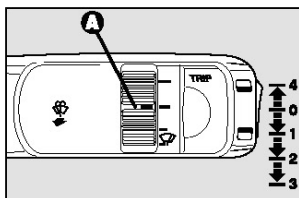

рис. 54
Правый рычаг **рис.54** включает стеклоочистители и стеклоомыватели лобового стекла и заднего стекла.
Датчик дождя включается при перемещении правого рычага **1** – **рис.54**. Диапазон его регулировки варьирует от неподвижного стеклоочистителя, если стекло сухое, до работы на второй скорости (средний непрерывный режим) при интенсивном дожде.
Поворачивая шайбу **A** – **рис.54**, можно увеличить чувствительность датчика дождя. При этом ускоряется переход от режима ожидания, когда стекло сухое, к работе стеклоочистителя на первой (медленной) скорости непрерывного режима. При увеличении чувствительности датчика дождя стеклоочиститель делает одно движение для подтверждения полученного сигнала
Если при работающем датчике дождя (рычаг в положении **1** – **рис.54**) включить стеклоомыватель, он будет работать в заданном режиме, после чего датчик дождя продолжает работу в автоматическом режиме.
Когда извлекается электронный ключ из замка зажигания, датчик уже не включается, и при следующем запуске двигателя, даже если рычаг остался в положении **1** – **рис.54**. В этом случае для включения датчика дождя достаточно передвинуть рычаг из положения **0** или **2**, а затем снова в положение **1**.
**ПРЕДУПРЕЖДЕНИЕ.** В случае неисправности датчика дождя, то очиститель стекла, если правый рычаг находится в положении 1 – **рис.54**, будет работать в прерывистом режиме. Если поломка происходит во время работы в автоматическом режиме, система сохранит последний режим работы, который был включен.